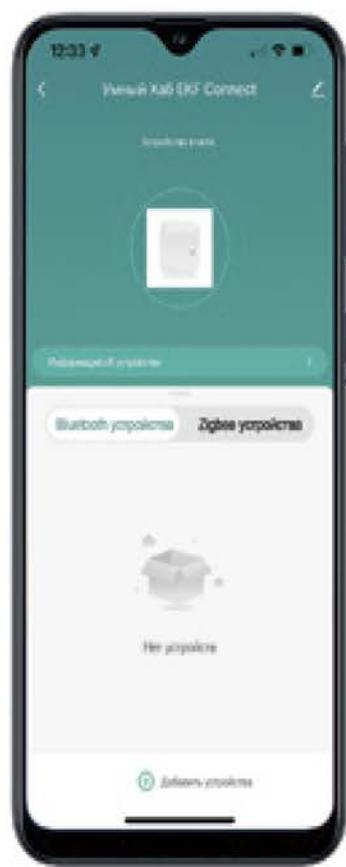

Рис. 4.1
- 5.7 Нажмите кнопку «Добавить устройство» (рисунок 4.1.).